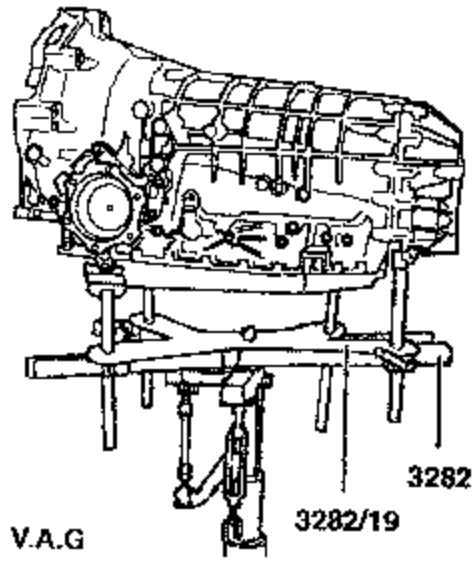

图 8-57 支承变速箱
(2) 把装上变速箱夹具 3282 的托车 V.A.G1383A 推到变速箱下部以撑住变速箱，如图 8-57 所示。如果没有变速箱夹具 3282，可使用变速箱托车 V.A.G1383/A 和万能夹具 1359/2 来支承变速箱。